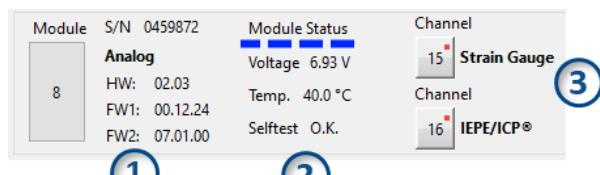
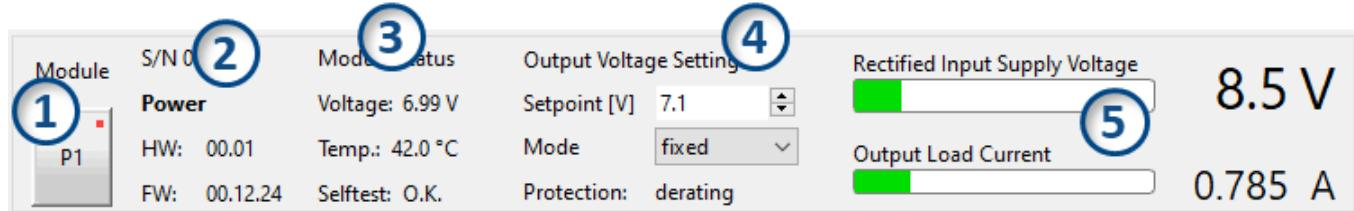

Abb. 4: Allgemein
Abb. 9: Konfiguration POWER-M Modul
Die Felder HW, FW1 und FW2 zeigen Versionsstände der Hardware und Firmware des Moduls an, siehe z.B. Abb. 4 Pos. ①.
Der in der Spalte "Module Status" angezeigte Spannungswert ("Voltage") ist die vom Modul gemessene Versorgungsspannung, Abb. 4 Pos. ②. Die Versorgungsspannung für die Module eines Messaufbaus wird über die Schaltfläche "Sollwert der Ausgangsspannung" vorgegeben, Abb. 9 Pos. ④ 17.
Die angezeigten Temperaturwerte ("Temp.") Abb. 4 Pos. ② aller Module werden beim Auslesen der Modulkonfiguration einmalig ausgelesen und später nicht automatisch aktualisiert. Mit jeder Änderung der Konfiguration eines Moduls wiederholt sich der Vorgang: Modulkonfiguration des Moduls und der Temperaturwert werden aktualisiert.
Ein **roter Punkt** Abb. 4 Pos. ③ in der oberen rechten Ecke einer Schaltfläche zeigt eine umschaltbare Funktionalität an.
Ein Klick auf die Schaltfläche P1 Abb. 9 Pos. ① öffnet das separate Fenster "Power settings" mit Einstellmöglichkeit für den **Selbstschutzmodus**. Zur Auswahl stehen die folgenden Modi: